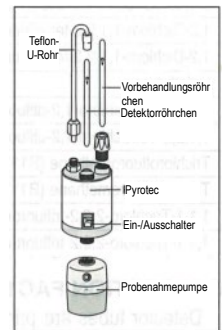

fig. 1
5. Setzen Sie das Röhrchen fest so in den Gastec Pyrotec Pyrolyzer ein, dass der Pfeil () auf dem Röhrchen zum Gastec Pyrotec Pyrolyzer zeigt (Abb. 1).